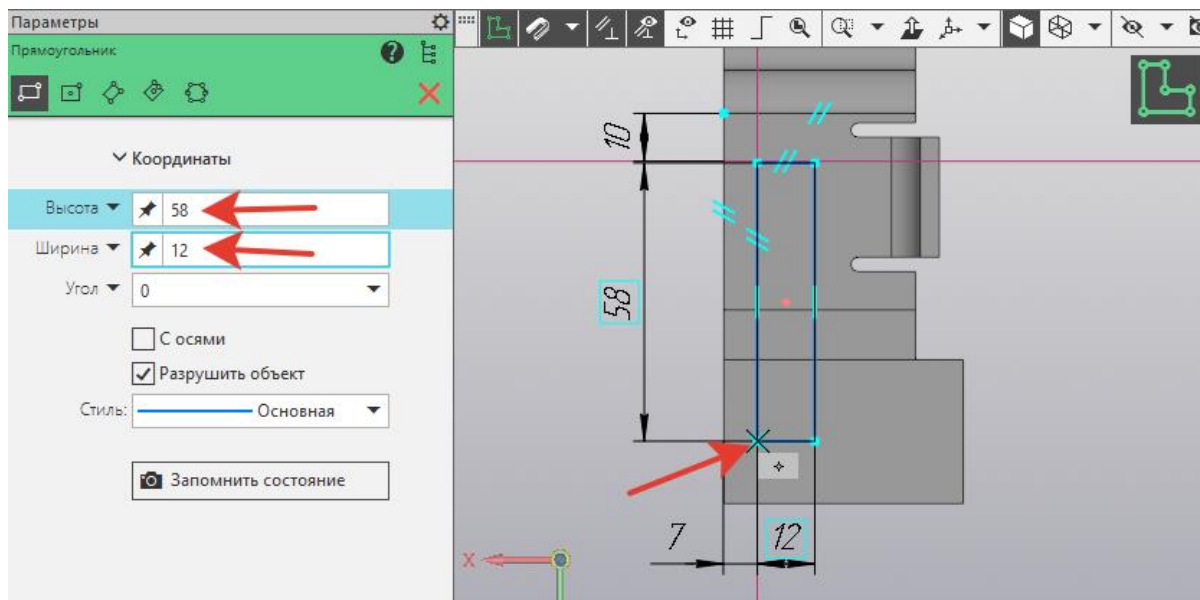

Рисунок 57.
22. По размерам (рисунок 57) выполнить разметку с помощью **Вспомогательная параллельная прямая**.
23. На инструментальной панели выбрать **Геометрия – Прямоугольник**. В панели **Параметры** задать **Высота – 58**, **Ширина – 12**, закрепить прямоугольник (рисунок 57).